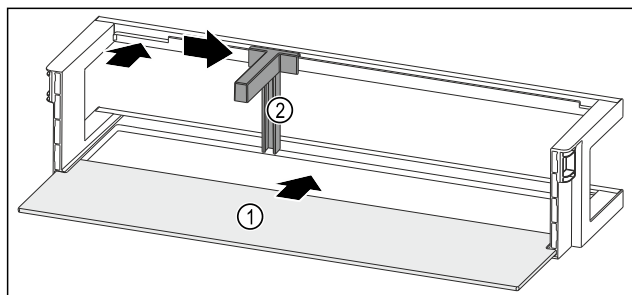

Fig. 87 Türabsteller mit Abstellfläche
- Abstellfläche Fig. 87 (1) in die seitlichen Einsparungen einschieben.
- Flaschenhalter Fig. 87 (2) in die Aussparung einsetzen.
- Flaschenhalter Fig. 87 (2) in gewünschte Position zur Seite schieben.